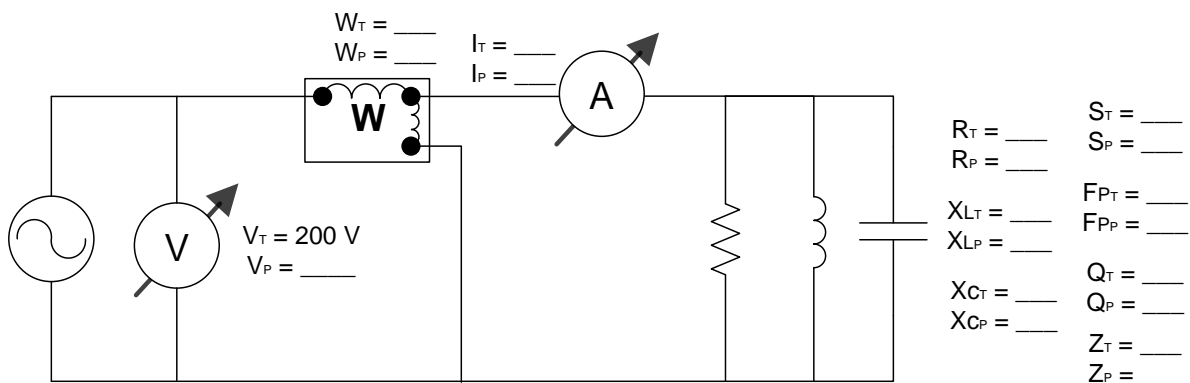

Figura 11 - Esquema básico para a ligação da carga resistiva, indutiva e capacitiva
**Ensaio 4:** Conectar a resistência R, a indutância L, a capacitância C conforme o circuito da Figura 11, realizar as leituras dos instrumentos e calcular os valores indicados: